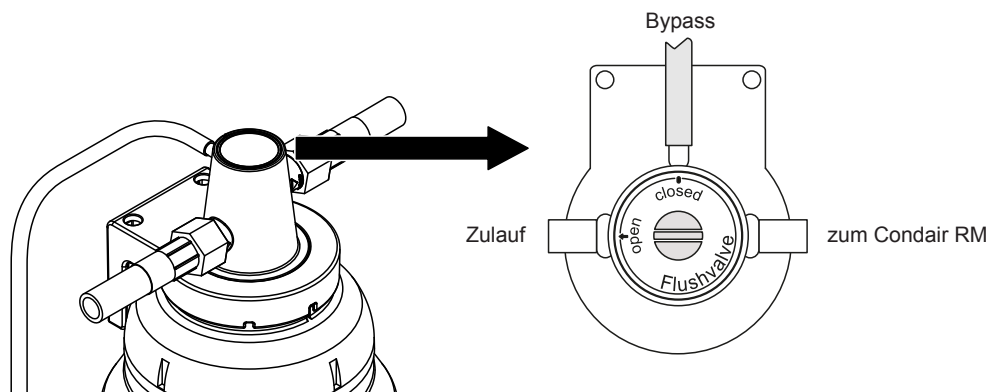

Abb. 16: Ventil auf "Durchfluss" einstellen (Betriebsstellung)
12. Das Ventil am Filterkopf so einstellen, dass "open" auf den "Zulauf" zeigt (Betriebsstellung, siehe Abb. 16).